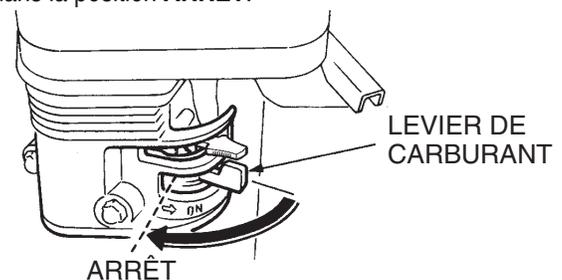

Figure 22. Levier du robinet à carburant (ARRÊT)
3. Placer le levier d'interruption de flux de carburant (Figure 22) dans la position **ARRÊT**.